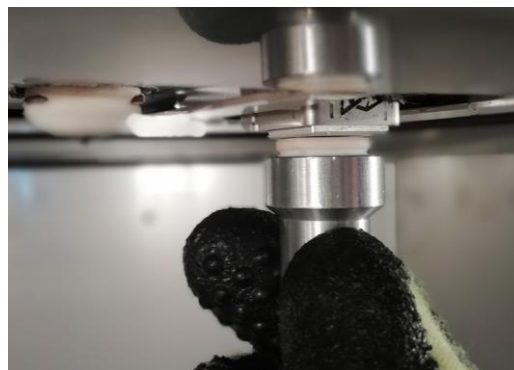

Рис. 81. Монтаж крышки
18. Закрепить крышку, расположенную в инструменте, на печатающем сопле (рис. 81).